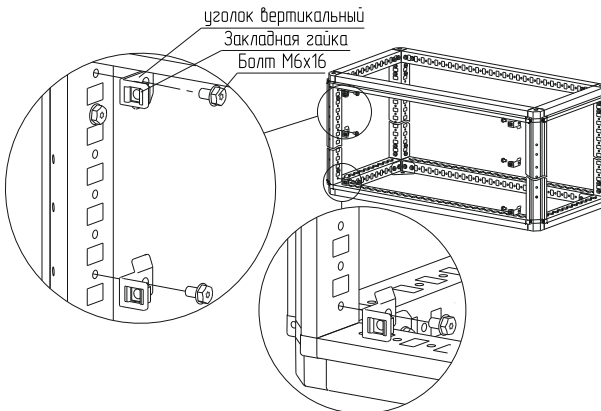

Рисунок 52
4.27.2 В уголки установите закладные гайки, уголки закрепите на стойки каркаса в места, соответствующие высоте и отверстиям фальш-панелей внешних (рисунок 52) болтами М6х16, момент затяжки – 7 Н·м.